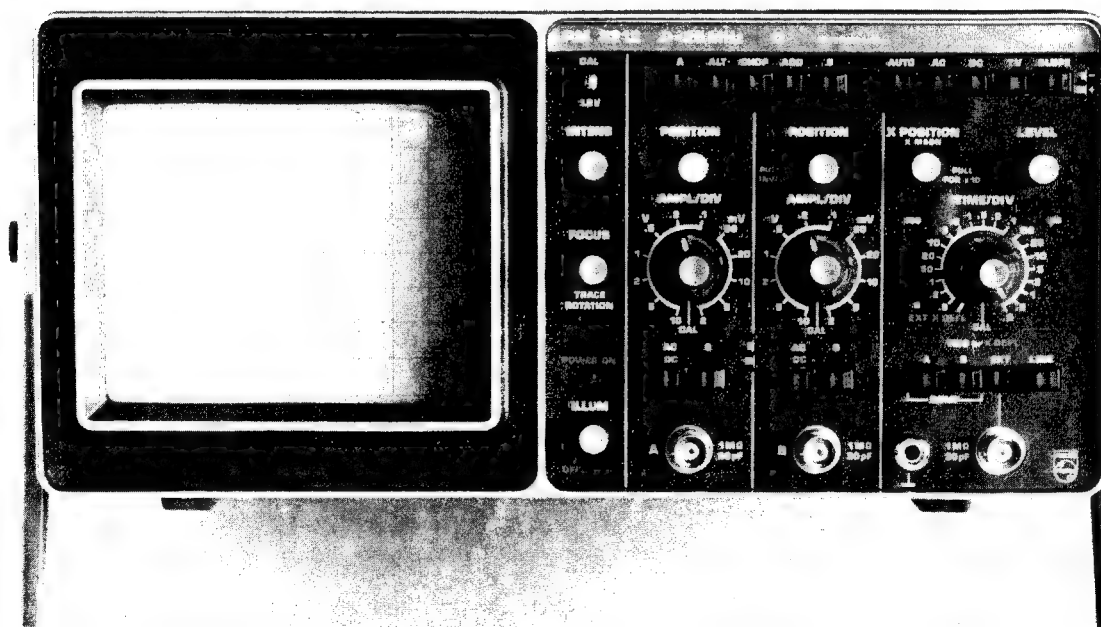

Fig. 2.2. Vorderansicht des Oszillografen mit Bedienungsorganen und Buchsen.
2.2. BEDIENUNGSELEMENTE UND BUCHSEN Siehe Abb. 2.2.
Siehe Abb. 2.2. bezüglich der Lage der Bedienelemente. Bringe die Einsteller INTENS und FOCUS in Mittelstellung. Taste AUTO drücken und mit Schalter TIME/DIV einen durchschnittlichen Zeitkoeffizienten zwischen 10 μ s/div und 10 ms/div wählen. Mit allen übrigen Drucktasten in Normalstand (nicht gedrückt) lassen sich die Schreibstrahlspuren von Kanal A und Kanal B mit dem entsprechenden Einsteller POSITION auf dem Bildschirm darstellen.